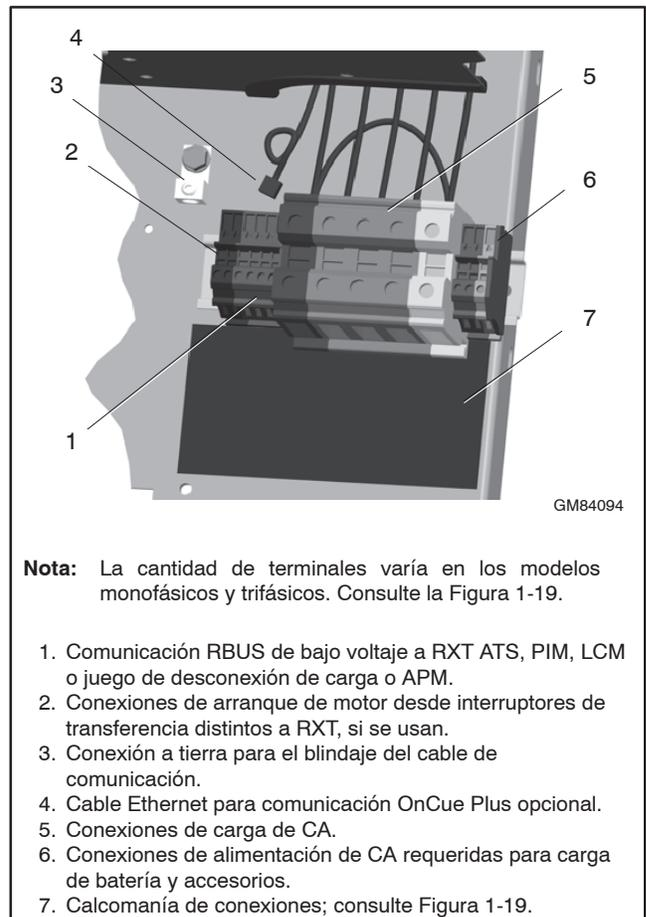
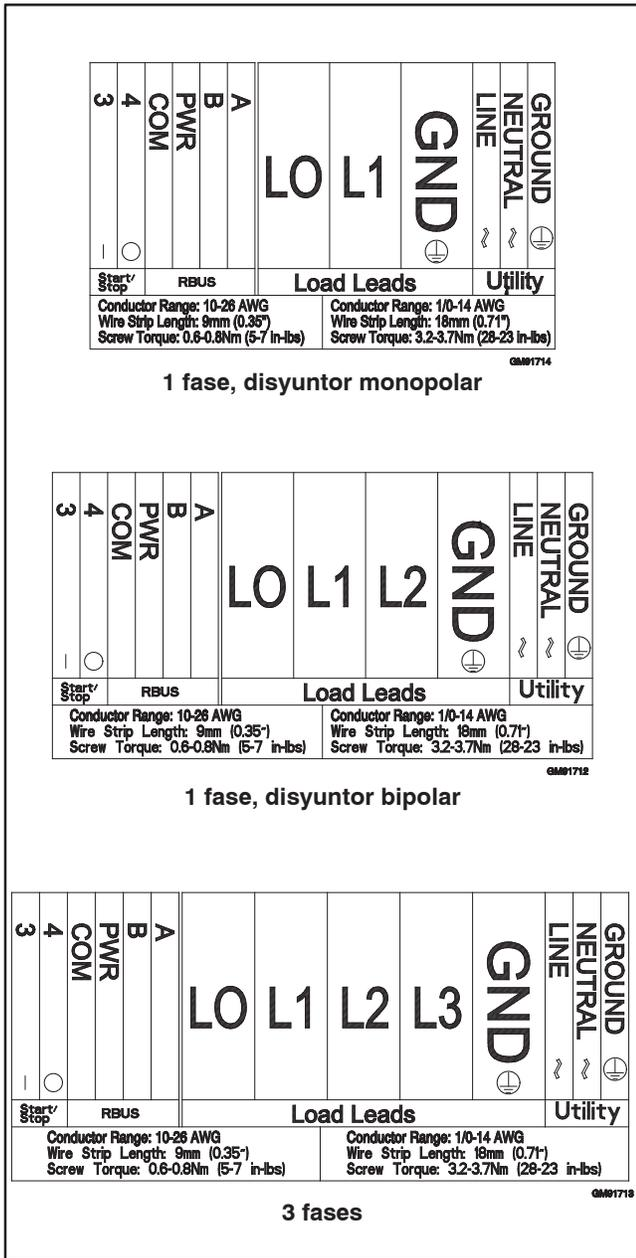

Figura 1-18 Bloques terminales de conexión de campo
Figura 1-19 Calcomanías de conexión del bloque de terminales
Consulte la Figura 1-18 para conocer información detallada sobre el bloque terminal. Consulte la calcomanía del bloque terminal que se muestra en Figura 1-19 para conocer los tamaños de cable y las conexiones. Consulte también el diagrama de cableado en la Sección 2.
2. Conecte los conductores desde las lengüetas de fuente de emergencia del interruptor de transferencia a las conexiones L1, L2 y L3 en el bloque terminal del grupo electrógeno según corresponde para aplicaciones monofásicas o trifásicas. Consulte la Figura 1-18 y la Figura 1-19.
- b. Use un acoplador en línea RJ45 para conectar el cable Ethernet al cable en la caja de conexión del cliente. Consulte la Figura 1-18. El acoplador en línea está incluido en el juego OnCue Plus.
Asegúrese de desconectar la energía en el panel de distribución antes de hacer las conexiones. Conecte los conductores de energía a los puntos de conexión de energía de CA etiquetados LINE (Línea), NEUTRAL (Neutro) y GROUND (Tierra) en el bloque terminal de conexión de campo. Conecte el circuito al lado de carga del disyuntor de transferencia de forma que esté respaldado por el generador. Consulte la Figura 1-18 y los diagramas de cableado en la Sección 2 para obtener información detallada sobre la conexión.